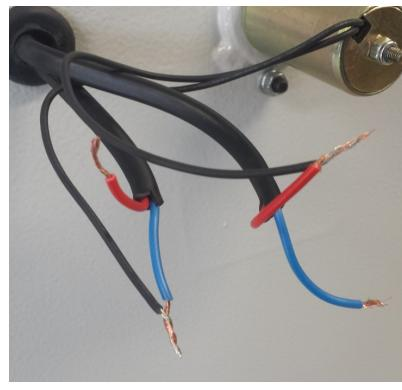
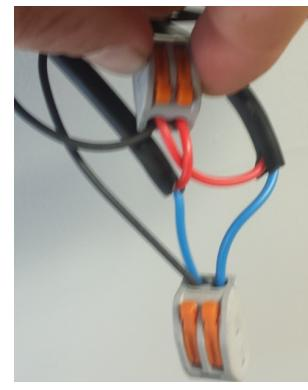

Abb.11b
Abb.11c
5. Verbinden Sie beide Kabeln mit der Magnetspule. Kuppeln Sie nun einen der Roten Draht mit einem Schwarzen Draht des Magnetventils. Wiederholen Sie diese Handlung mit dem Blauen Draht. (Abb.11b) Folgend verbinden Sie die Drähte mit Hilfe der Schweißklemmen (Abb.11c).